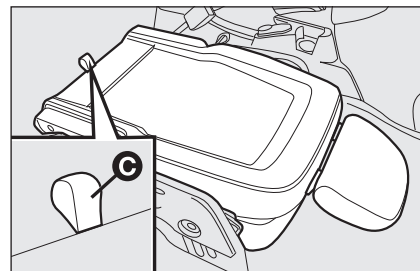

fig. 23
- ☐ trek aan de lip **C**-fig. 23 en duw de rugleuning nog verder omlaag: de stoel is nu volledig ingeklapt.